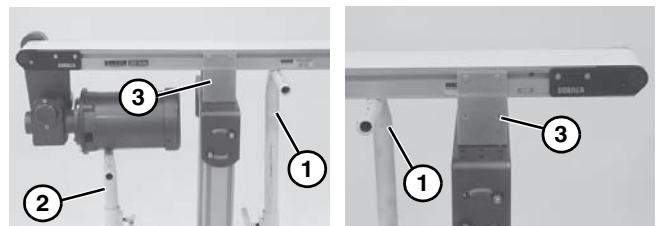

Figure 21
1. An beiden Enden des Förderers vorläufige Stützständer (**Figure 21, item 1**) positionieren. Einen zusätzlichen Stützständer unter dem Antriebsmotor (**Figure 21, item 2**) positionieren, falls vorhanden. Siehe WARNUNG.
2. Halterungen (**Figure 21, item 3**) an einer Seite des Förderers entfernen. (Schritte 3 und 4 im Abschnitt "Attach Mounting Brackets" beginnend auf page 7 in umgekehrter Reihenfolge durchführen.) Falls mit Schwerlast-Antriebsgehäuse ausgerüstet, Halterungen von der der Antriebsabdeckung (**Figure 22, item 1**) gegenüberliegenden Seite entfernen.